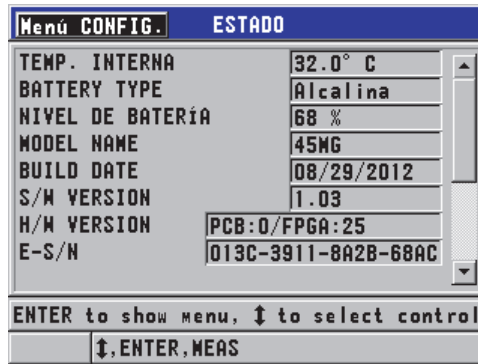

Figura 12-5 Pantalla ESTADO
2. En la pantalla **CONF. MENU** (véase la Figura 4-2 en la página 55), seleccione el parámetro **ESTADO**. Véase la Figura 12-5 en la página 230.